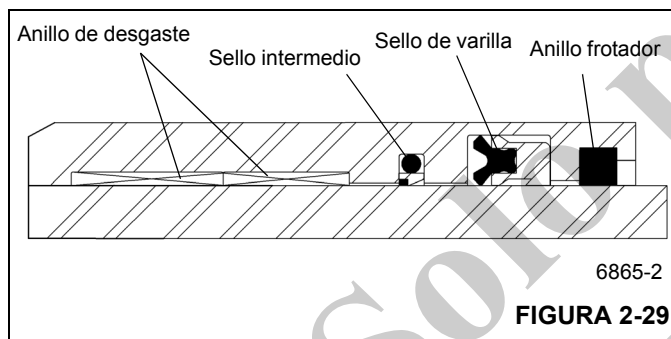

FIGURA 2-29
1. Instale los anillos de desgaste, el sello intermedio, el sello de varilla y el anillo frotador de repuesto en el interior de la cabeza. Asegúrese que el reborde del sello intermedio esté cerca al sello de la varilla. Asegúrese que la ranura del borde del sello de la varilla esté cerca al sello intermedio (Figura 2-29).